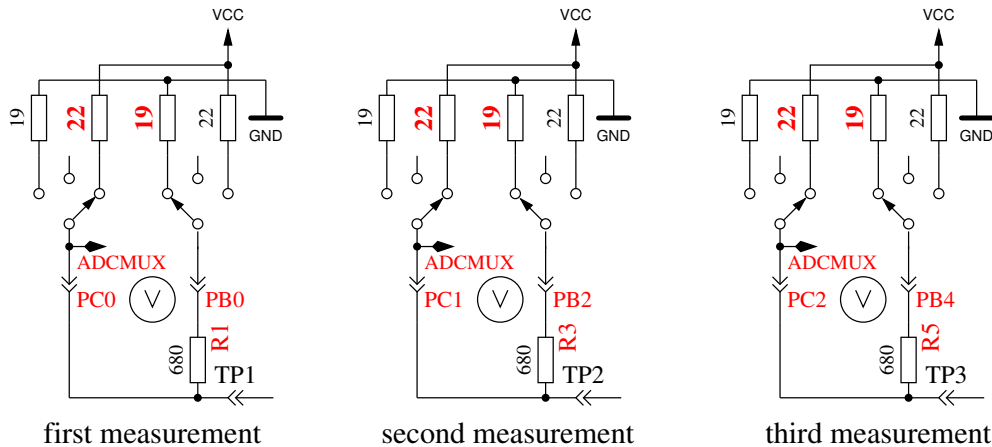

Abbildung 5.46: Messung des Innenwiderstandes des auf VCC geschalteten Port-C-Ausgängen.
8. **Messung des Innenwiderstandes von auf VCC geschalteten Port-Ausgängen.** Der benötigte Strom wird von auf GND geschalteten 680Ω-Widerständen geliefert. Es ist die gleiche Messung wie die in Test 7 zur anderen Seite, wie in Abbildung 5.46 gezeigt wird. Der Innenwiderstand wird wie folgt berechnet: $(5001 - (\text{Ergebnis von Test 7}) - (\text{Ergebnis von Test 8})) / 680$. Die Widerstandswerte ergeben sich, wenn die gemessene Spannung durch diesen Strom dividiert wird. Der gefundene Mittelwert der Innenwiderstände der Ausgabe-Ports wird im EEprom festgehalten. Das Ergebnis für diesen Test wird dann in Zeile 1 mit dem Text „RI_Hi=“ in Ω angezeigt, der Innenwiderstand zur GND-Seite wird in Zeile 2 mit dem Text „RI_Lo=“ angezeigt. Diese Werte stehen dann für weitere Messungen zur Verfügung.